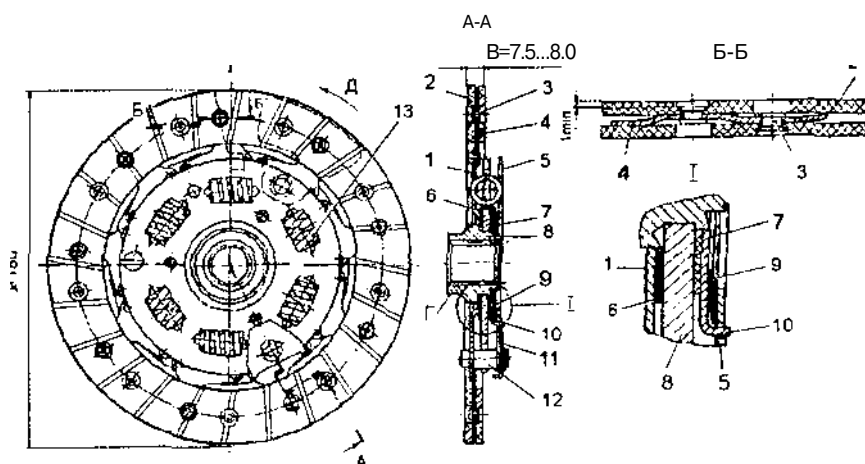

Рис. 4.1.8. Ведомый диск сцепления:
- Расположить ведомый диск выступающей частью Г (рис. 4.1.8) в сторону маховика.